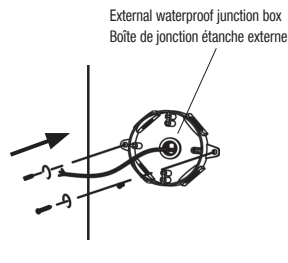

Fig. 2A
3. Install the external waterproof junction box (not supplied) on the surface as shown in Fig. 2A.
3. Installer la boîte de jonction étanche externe (non fournie) sur la surface comme montré sur la Fig. 2A.